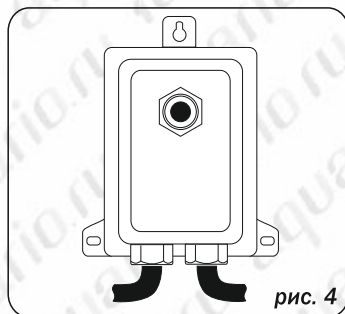

рис. 4
- Кроме встроенного термореле однофазные насосы серии VORTEX укомплектованы внешним автоматом защиты, который установлен в пластиковом боксе, закрепленном на кабеле насоса (рис.4)
Автомат защиты находится в разомкнутом состоянии.	Нажать кнопку автомата защиты См.п.5.4, рис.4